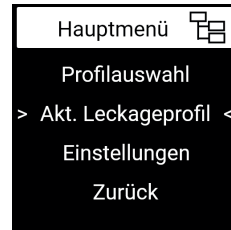

Abb. 8.4
- / aus dem Hauptmenü (Abb. 8.4) wird die Auswahl durch Betätigung des UP- oder des DOWN-BUTTONS getroffen
- / letzter Punkt innerhalb der Menü-Ebene ist jeweils „Zurück“ (Abb. 8.4). Steht der Cursor auf dem Punkt „Zurück“ wird durch Betätigung des OK-BUTTONS eine Ebene höher erreicht.